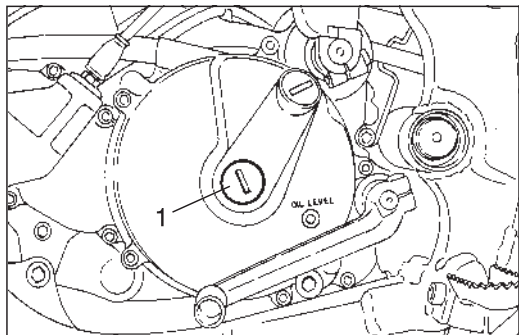

Fig. 17
REGOLAZIONE FRIZIONE (Fig. 17 ÷ 19)
- 3) Svitare il tappo (1-Fig. 17) con una moneta.